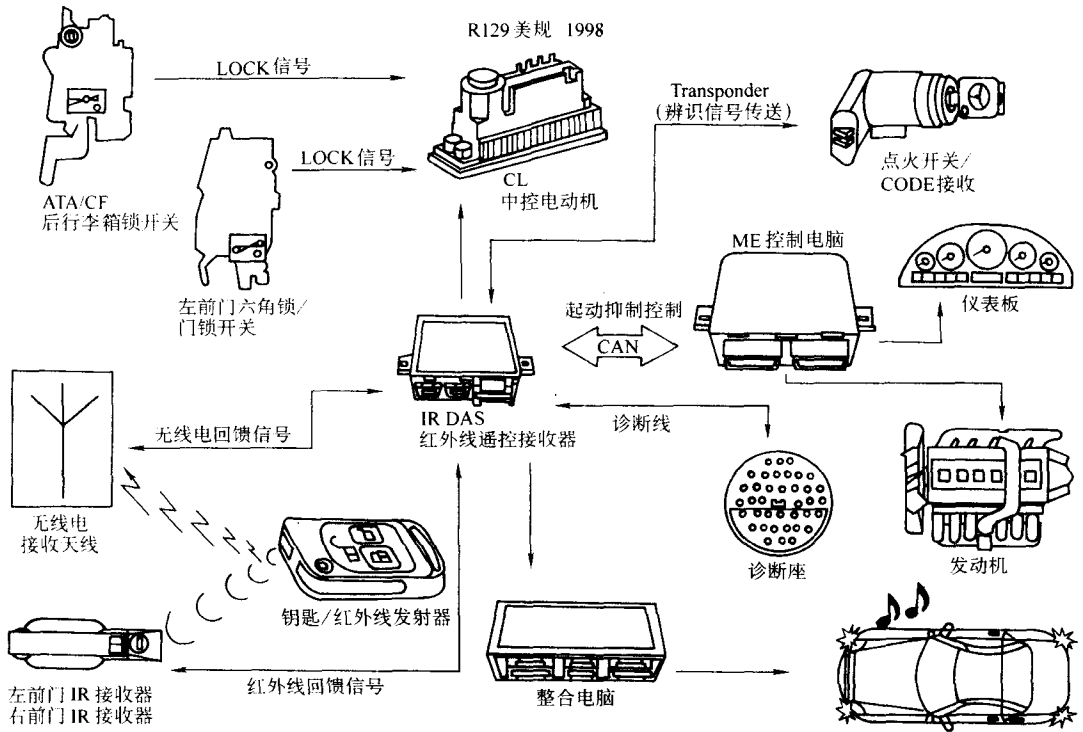
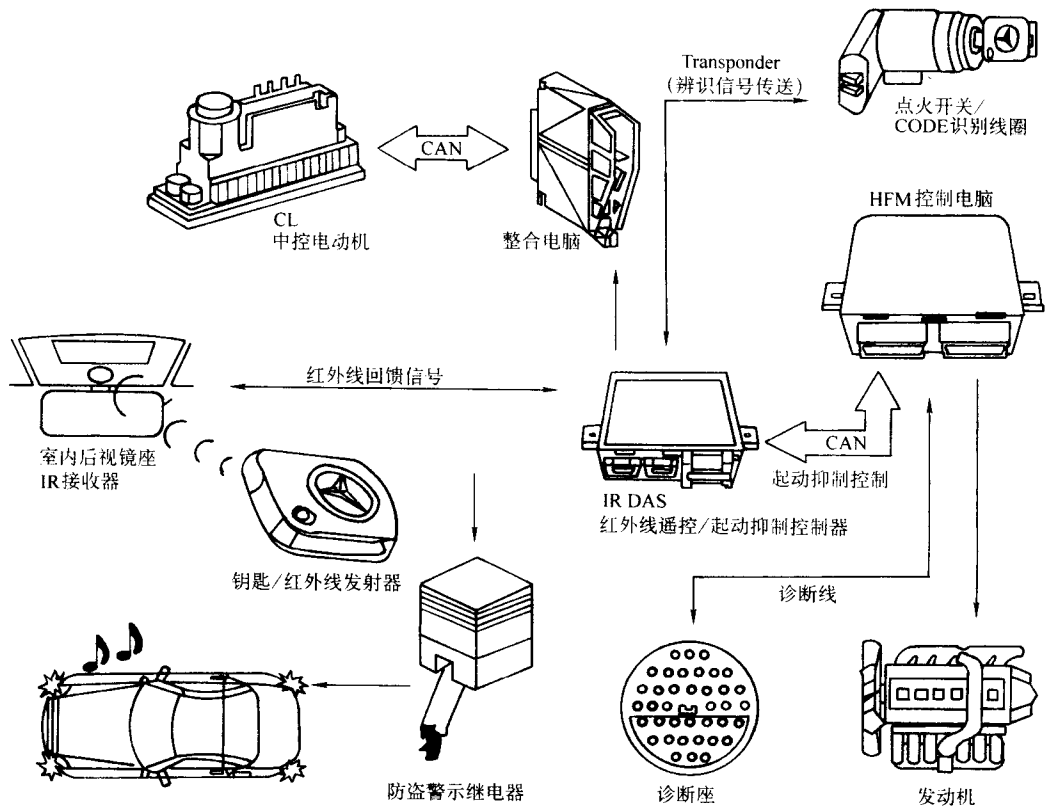

图 6-25 1998 年 W129 底盘中控防盗控制图
图 6-37 1996 年美规 R170 底盘中控防盗控制图
(2) 奔驰各种底盘中控防盗的工作示意图，如图 6-25 ~ 图 6-37 所示。